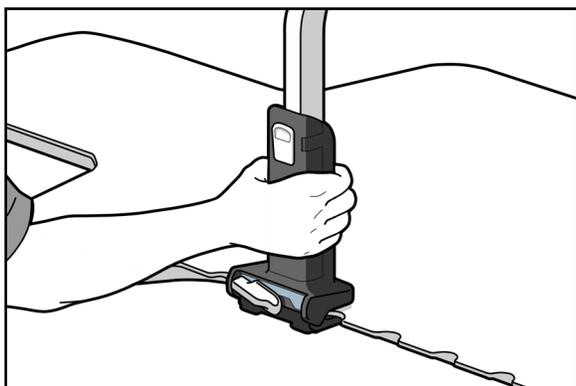

Рис. 1
1. Переведите рычаг блокировки в разблокированное положение и закрепите зажим для моста с обеих сторон устройства. (Рис. 1)